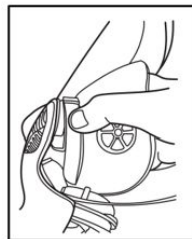

Fig.15
1. Remova o conjunto do protetor nasal segurando o anel de plástico rígido do protetor nasal onde ele se conecta à lente e abrindo-o com cuidado e afastando-o do conjunto da lente (Fig. 15).